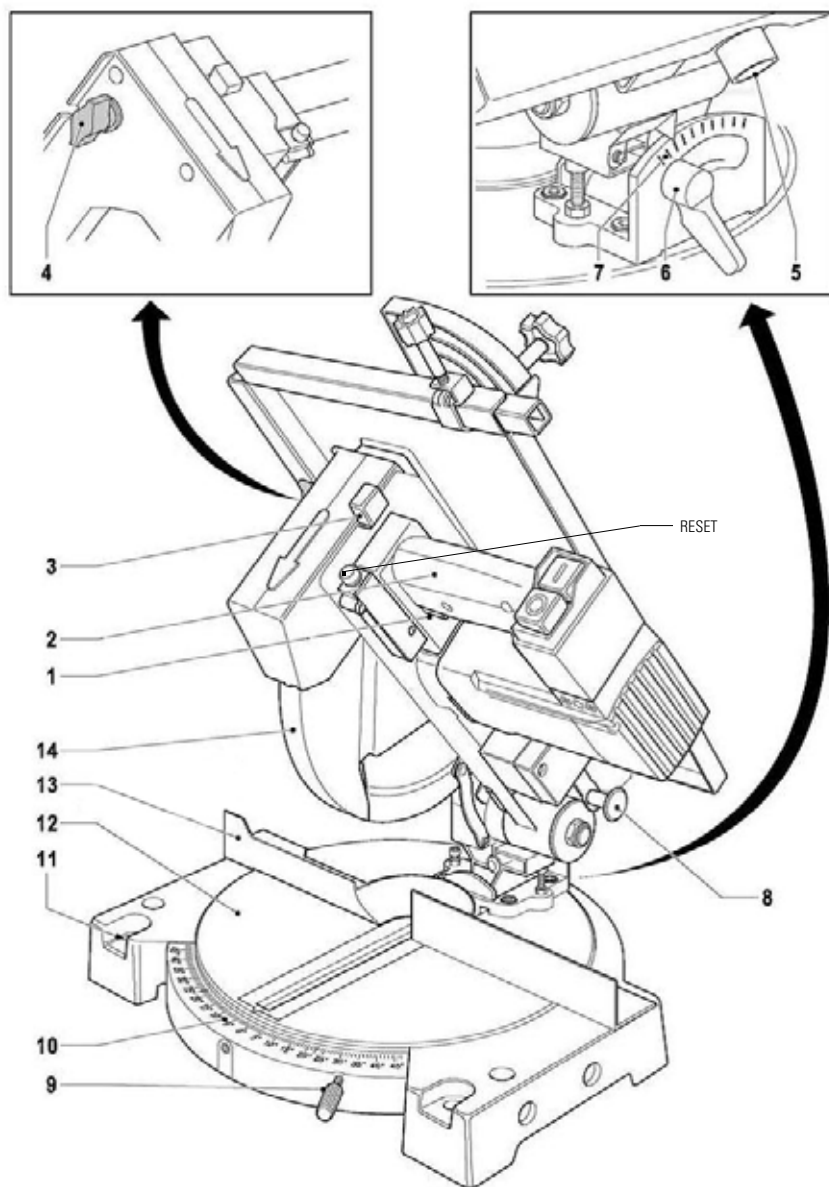

FIGURA 7.1
SERRA MODO BANCADA - FIGURA 7.1
- A. Coloque a proteção inferior (14)
- B. Pressione o botão trava de esquadria (1)
- C. Mova a bancada (16) para baixo
- D. Empurre o pino trava (8)
- E. Afrouxe o parafuso (15)
- G. Reaperte o parafuso (15)
3. Ajuste o ângulo da serra 90° - Figura 7.1 e 8.3